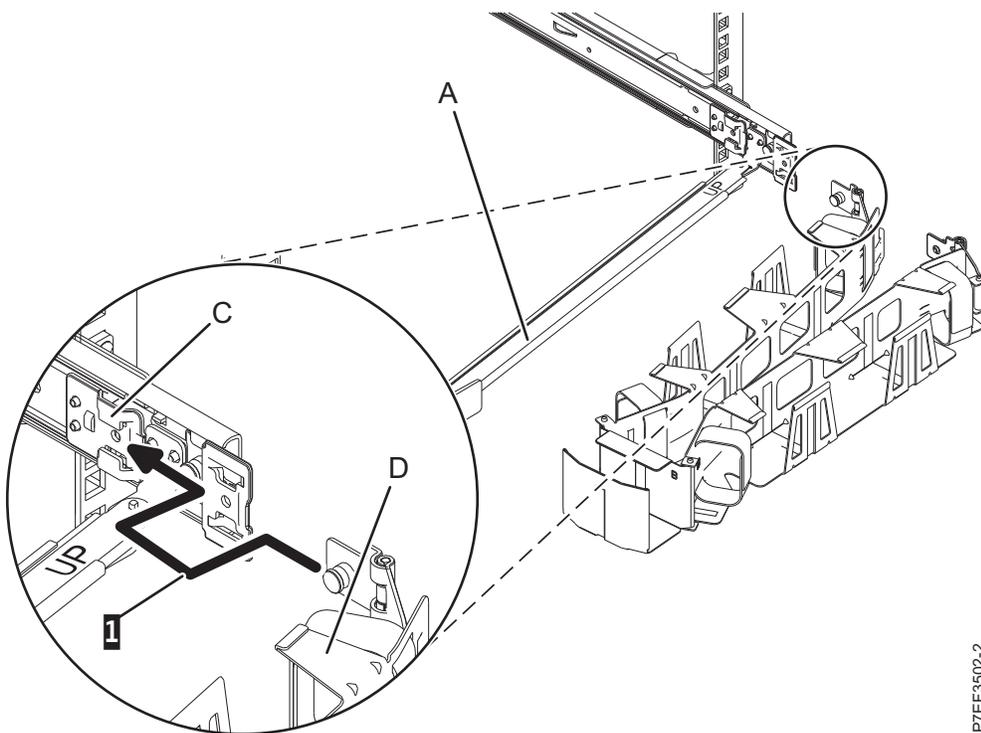
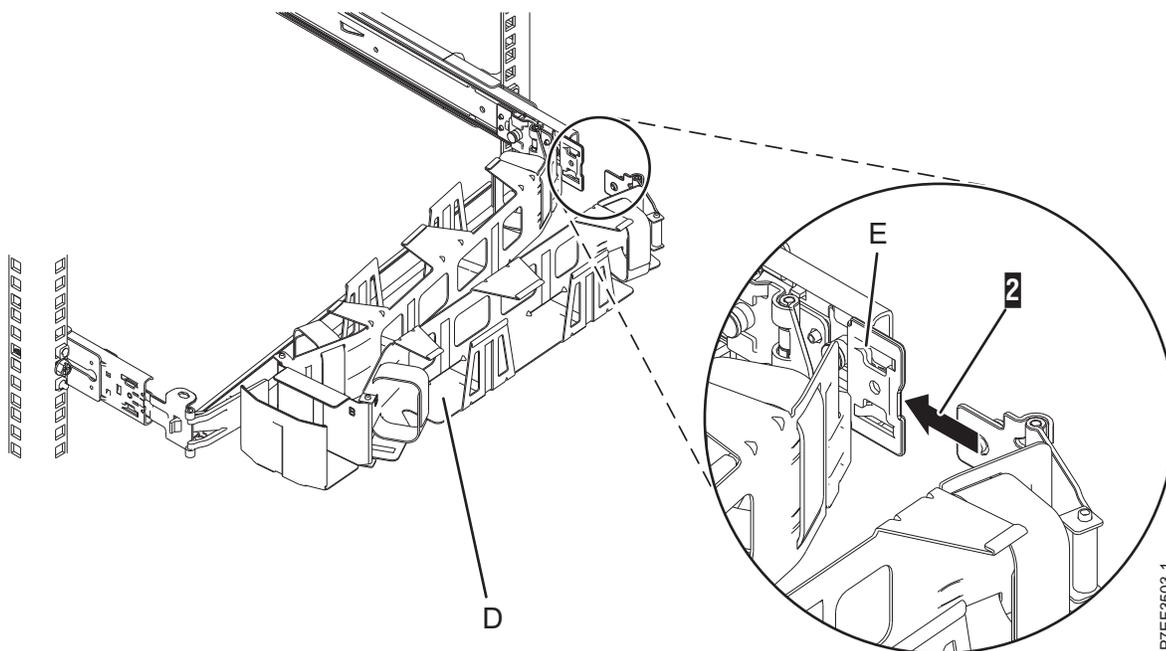

Figure 15. Glissement de l'autre taquet du bras de routage des câbles dans le logement du support de fixation
Figure 16. Faites glisser l'autre taquet du bras de routage des câbles dans le logement du support d'extension
- Placez le bras de routage des câbles (**D**) sur le bras de support (**A**). Faites glisser la première languette du bras de routage des câbles dans l'emplacement sur le support de fixation (**C**). Poussez jusqu'à ce que le loquet à ressort se mette en place. Faites glisser l'autre languette du bras de routage des câbles dans le support d'extension (**E**) à l'extérieur de la glissière de droite (**2**). Poussez jusqu'à ce que le loquet à ressort se mette en place. Pour plus de détails, voir figure 15 et figure 16, à la page 12.